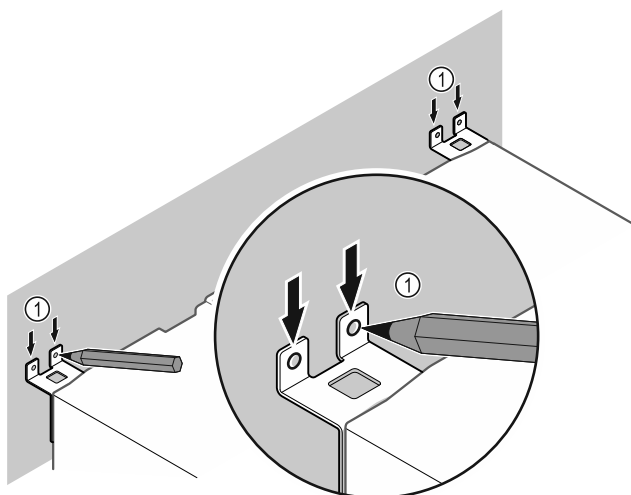

Fig. 11
- Wykonać zaznaczenia na ścianie Fig. 11 (1).